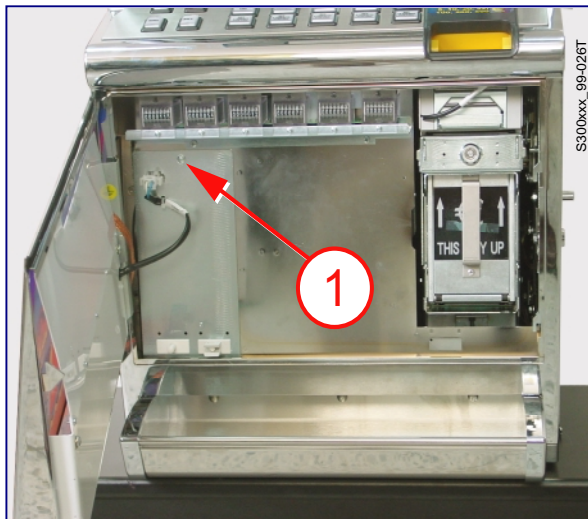

Figura 7.3.e Tornillo sujeción soporte módulo reactancia ventana inferior.
- 2) Utilizando un destornillador Phillips retire el tornillo marcado como [1] en la *Figura 7.3.e* y retire el soporte micros y módulo reactancia.
- 3) Desconecte la manguera del módulo reactancia (elemento [1] *Figura 7.3.f*).